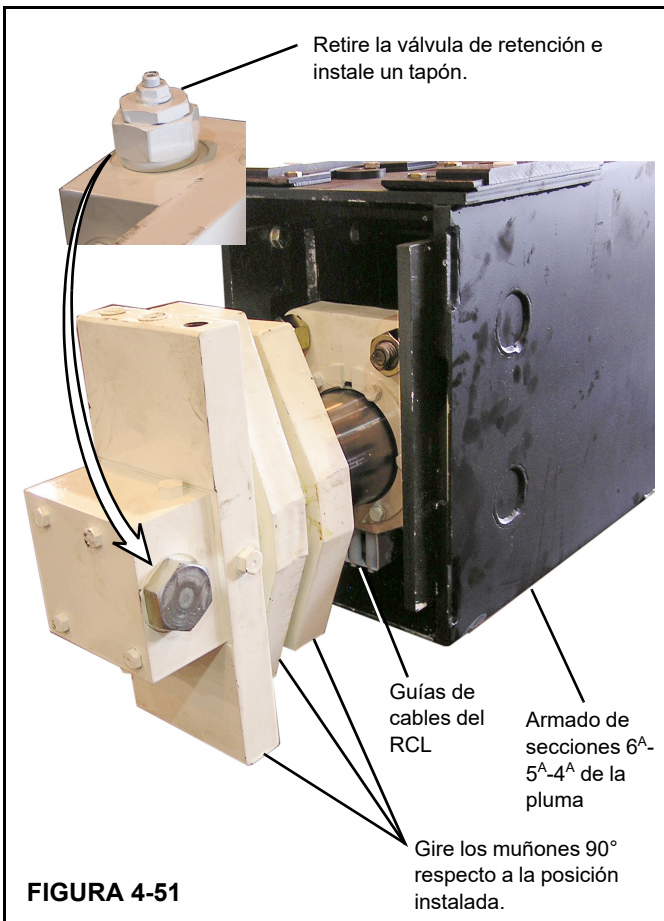

FIGURA 4-51
11. Gire los muñones restantes 90° de modo que se puedan insertar los muñones a través de las secciones restantes de la pluma (Figura 4-51).